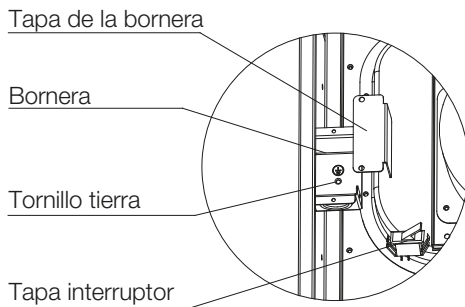

Fig. 24 - Bornera
1. Retire y guarde los dos tornillos que sujetan la bornera. (Consulte la Fig. 24).
Caja eléctrica suministrada en campo en el soporte de la bornera del calefactor. Vea la Fig. 24.
Caja eléctrica en el lateral del calefactor. Consulte las Fig. 24 y 26.
4. Retire y guarde los dos tornillos que sujetan la bornera. (Consulte la Fig. 24).